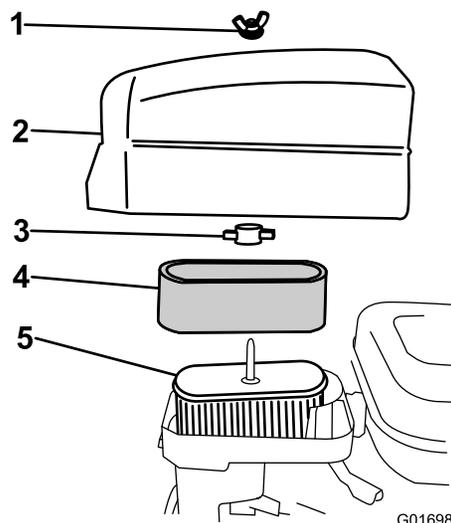

Рисунок 25
4. Если элемент из пеноматериала загрязнен, извлеките его из бумажного элемента (Рисунок 25) и тщательно очистите следующим образом.